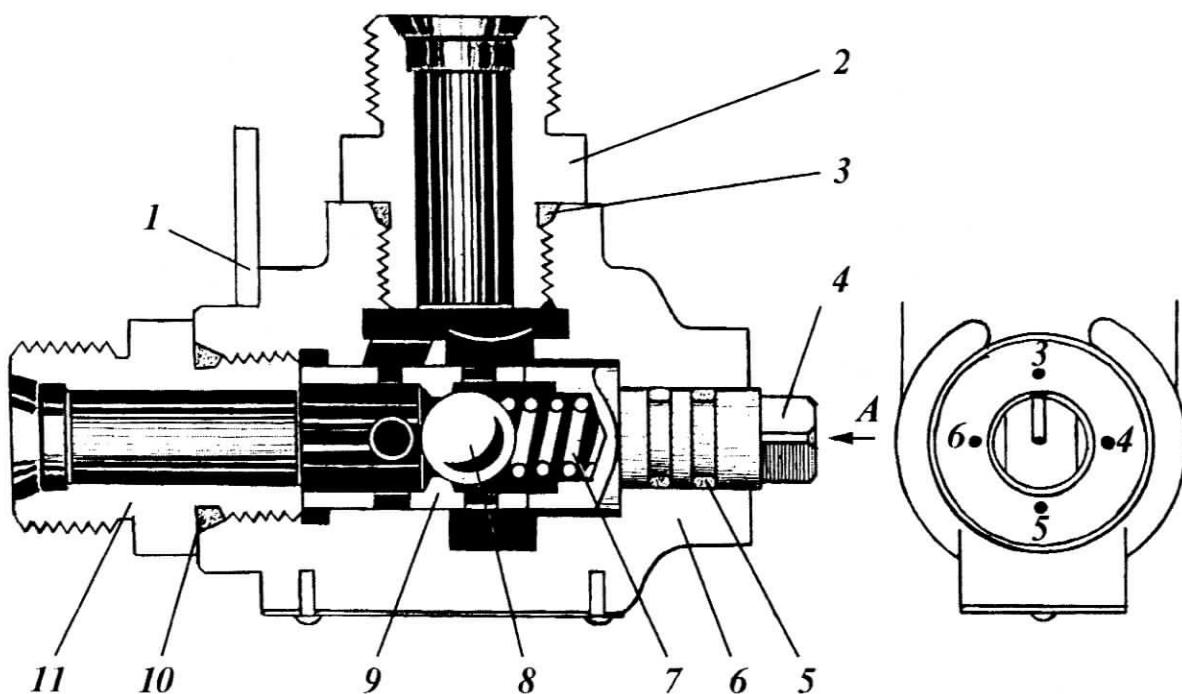

Рис.98 - Клапан дросселирующий настраиваемый КДН 00.000-06
3.5.1.5 Для регулировки скорости опускания адаптера на трубопроводе, ведущем к гидроцилиндрам подъема адаптера, установлен клапан дросселирующий настраиваемый (рис.98). Для уменьшения скорости опускания шпиндель КНД 00.000 необходимо установить на меньшее давление (0; 3; 4; 5; 6).